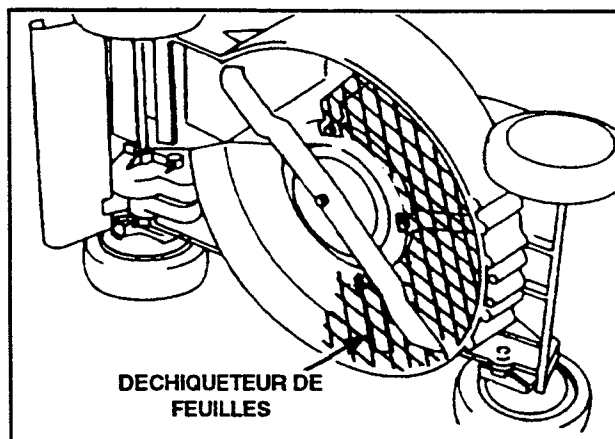

Figure 36
2. Déchiqueteur de feuilles (modèle n°59180) – Se monte sous la tondeuse en quelques minutes, sans qu'il soit nécessaire d'enlever la lame. Déchiquette les feuilles en petits morceaux afin de permettre une bonne aspiration dans le sac à herbe et donc un enlèvement pratique (fig. 36).